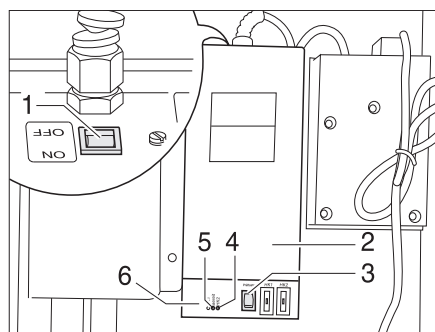

Fig. 119 Transformador con aparato regulador
Según el modelo, el transformador de 230 V AC/12 V DC (Fig. 119,2) estará instalado en el armario ropero o en el baúl del grupo de asientos.
- La luz de control (Fig. 119,5) se enciende de color verde: Regulación en funcionamiento
- Las luces de control (Fig. 119,4 y 6) se encienden rojas: Las tuberías de aguas residuales se calientan
La carcasa tiene un pulsador de prueba (Fig. 119,3) integrado con el cual se puede poner en funcionamiento brevemente el aparato regulador. Presionando el pulsador de prueba se puede comprobar el funcionamiento del calentamiento aún cuando la temperatura ambiente sobrepase los 5 °C.
- Poner el interruptor (Fig. 119,1) en el transformador (Fig. 119,2) en "ON".
- Poner el interruptor (Fig. 119,1) en el transformador (Fig. 119,2) en "OFF".